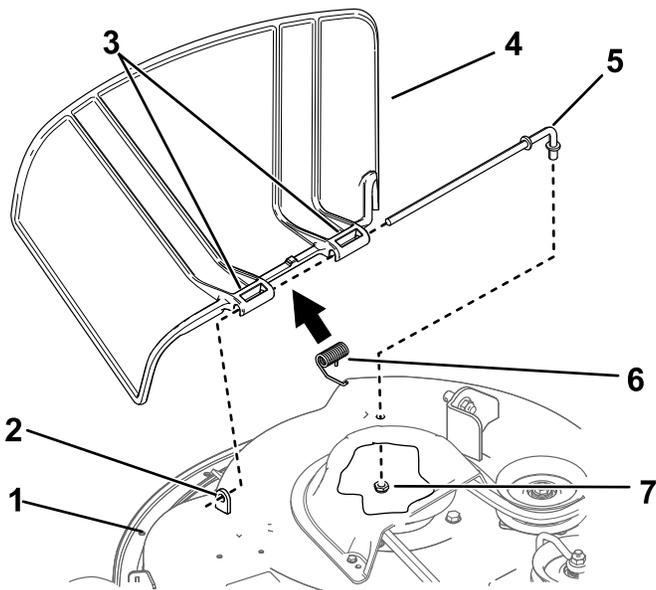

図 66
1. デッキの下側にあるロッド固定ナット $\frac{3}{8}$ "を取り外す 図 66。
2. ロッドを、短い取り付け部から抜くと、スプリングとデフレクタが外れてくる 図 66。
4. 新しいグラスデフレクタを取り付ける 図 66。
7. 2つ目のブラケットに、ロッドを通す 図 66。
9. ロッド後部をデッキに差し込み、ナット $\frac{3}{8}$ "で 図 66 のように固定する。